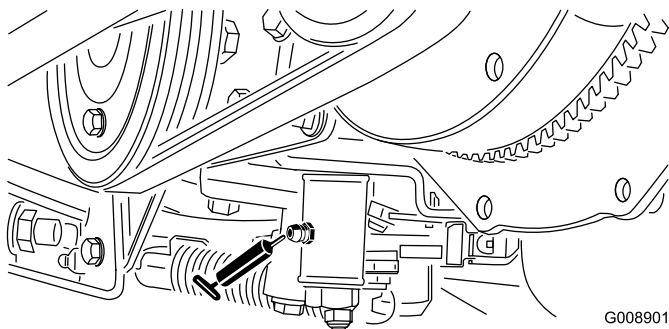

Figura 38
- Mecanismo de ajuste de punto muerto (Figura 38)